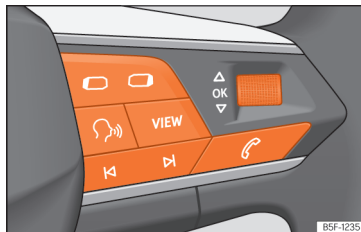

Рис. 12 Правий бік керма: органи управління комбінацією приладів (залежно від версії).
Жодне меню неможливо відкрити, доки на дисплеї є попередження пріоритету 1 >>> с. 23. Деякі повідомлення можна підтвердити й приборати з дисплея клавішею **OK** на кермі >>> **рис. 12**.
- Якщо на дисплеї відображається повідомлення або піктограма автомобіля, натисніть клавішу **OK** >>> **рис. 12** необхідну кількість разів.